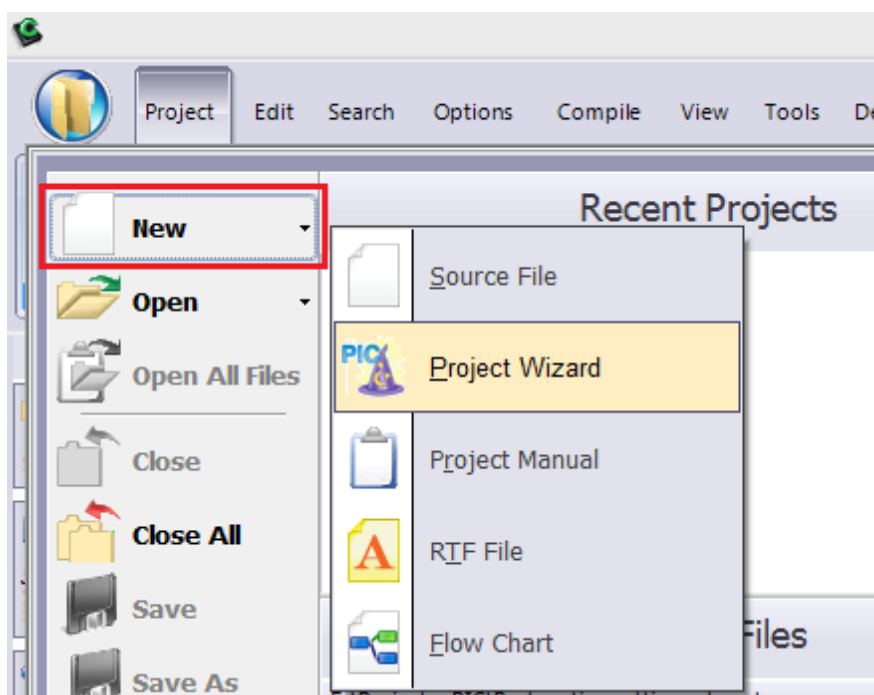

Рисунок 3.3.3 – Процес створення проекту у IDE PCWH
2. Вибрати: **New** > **Project Wizard** (рис. 3.3.3):